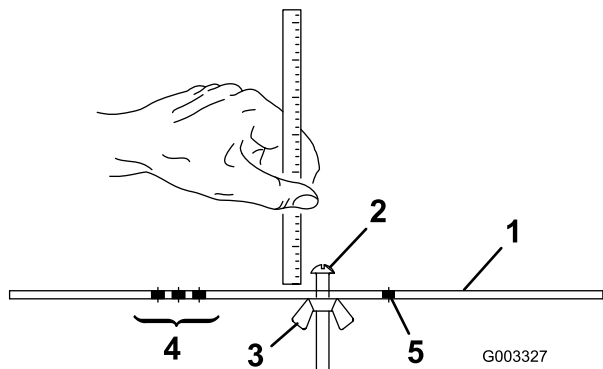

Figure 20
- 2. Desserrez l'écrou du gabarit (Figure 20) et tournez la vis de réglage de manière à obtenir la hauteur de coupe voulue.